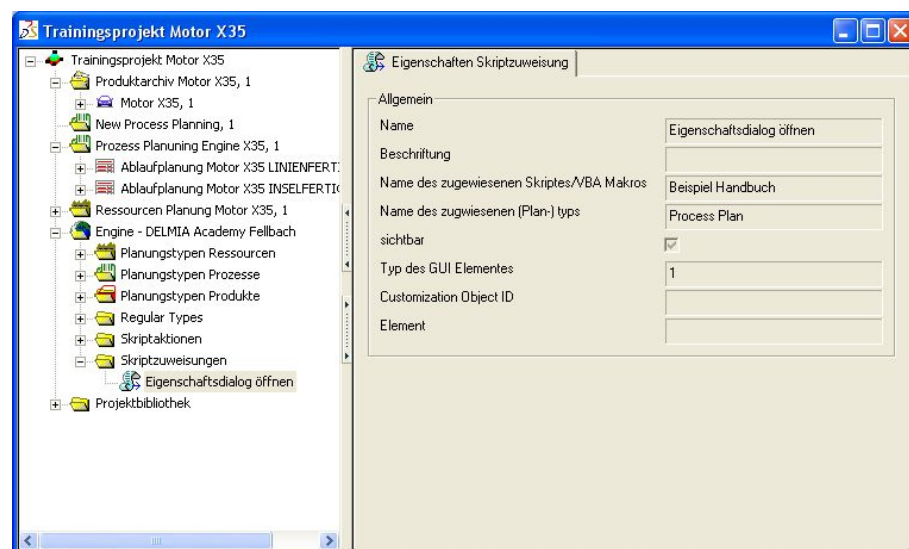

Abbildung 241: Skriptzuweisung erzeugen
- ➔ Erzeugen Sie im zweiten Schritt eine Skriptzuweisung. Ordnen Sie der Skriptzuweisung das erzeugte Skript und den Planungstypen zu, auf dem der Eigenschaftsdialog mit Hilfe des Skripts geöffnet werden soll. Siehe Abbildung 241.